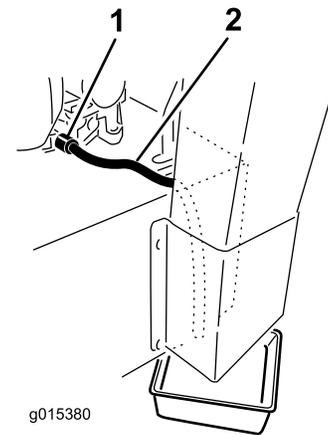

Figura 32
**Nota:** Gire la válvula de vaciado para que se drene el aceite (Figura 32).